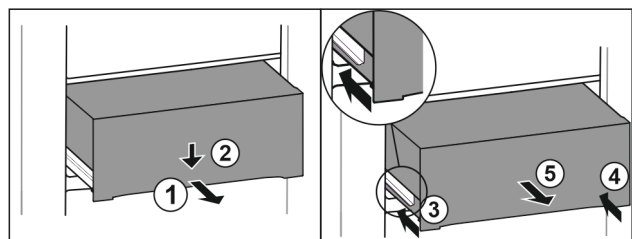

Fig. 121
- ▶ Wyciągnąć szufladę do połowy. Fig. 121 (1)
- ▶ Popchnąć szufladę z przodu w dół. Fig. 121 (2)
- ▶ Wsunąć lewą szynę o ok. 2 cm. Fig. 121 (3)
- ▶ Wsunąć prawą szynę o ok. 2 cm. Fig. 121 (4)
- ▶ Wyjąć szufladę do przodu. Fig. 121 (5)